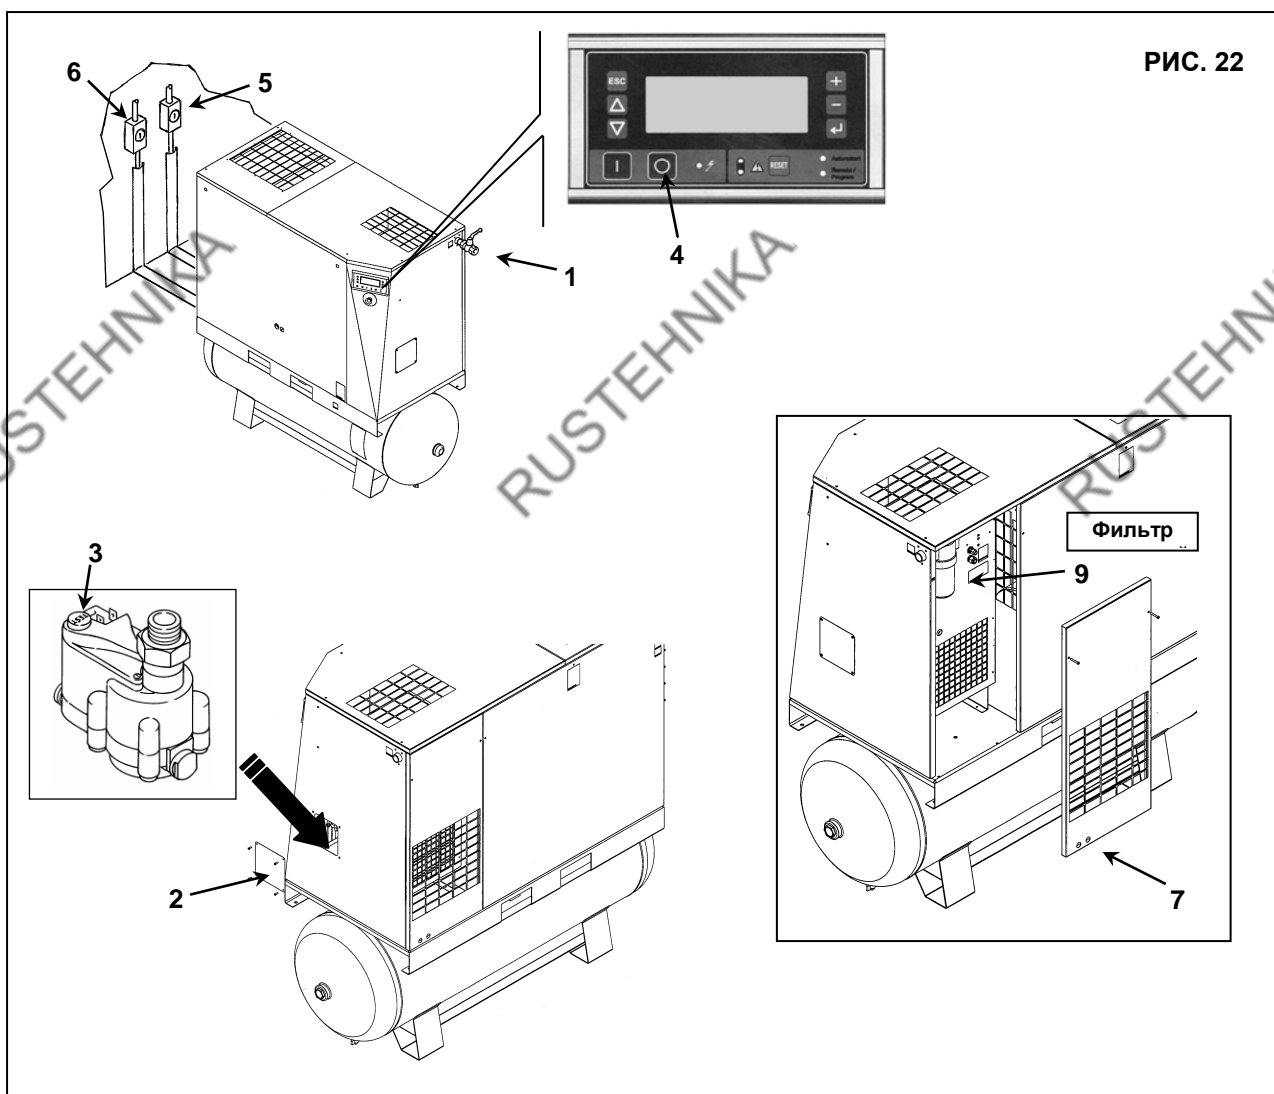

РИС. 22
- Закройте кран (поз. 1, Рис. 22).
- Снимите панель фильтра (поз. 2, Рис. 22)
- Сбросьте давление осушителя, нажав на кнопку "TEST" сброса конденсата (приблизительно на 10-20 секунд), поз. 3, Рис. 22
- Выключите машину кнопкой (поз. 4, Рис. 22): при этом машина остановится через 45 секунд работы на холостом ходу.
- Включите автоматический дифференциальный переключатель питания, поз. 5 (на винтовом компрессоре) и поз. 6 (на осушителе), Рис. 22.
- Снимите панель фильтра (поз. 7, Рис. 22)
- Замените фильтр (поз. 9, Рис. 22).
- Установите панель (поз. 7, Рис. 22)
- Откройте кран (поз. 1, Рис. 22)